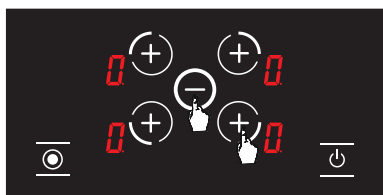

Abbildung 23
2. Die Auswahl taste () für die rechte Kochplatte wird zusammen mit der Minustaste () gedrückt (siehe Abbildung 23), dabei ertönt ein kurzer Piepton. Dann werden die Finger vom Bedienfeld des Herds entfernt.